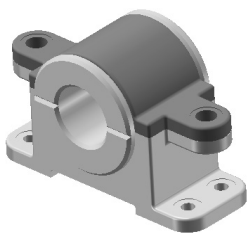

图 7.11.12 添加上基座
Step7. 添加如图 7.11.12 所示的上基座并定位。